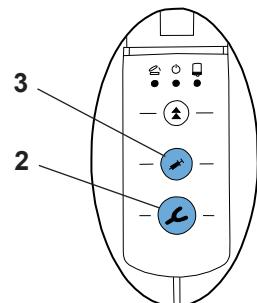

Fig. 8
- Si l'utilisateur appuie sur une touche d'extrusion (porte-empreinte 2, Fig. 8) ou distributeur (3, Fig. 8) sans avoir sélectionné de programme auparavant, l'appareil active automatiquement le programme (ST). La DEL située à côté de la touche (ST) s'allume.